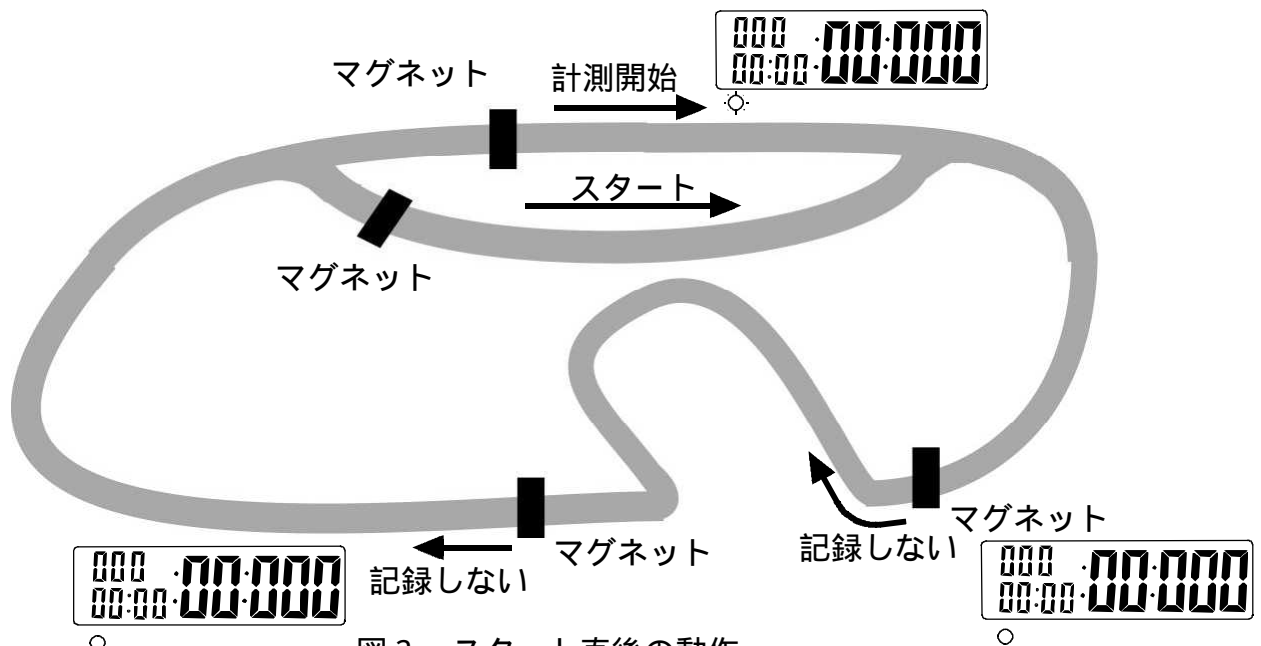

図2．スタート直後の動作
(3) スタートしてから1周目は、図2のようにマグネット、 を通過してもなにも記録されません。最初にマグネット を通過したときから計測を開始します。